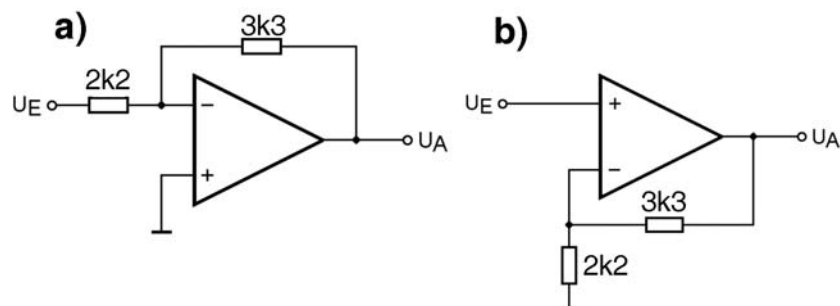

Abb. 6 Verstärkerschaltungen
20. Ein Relais soll einschalten, wenn drei Steuersignale CTL_A, CTL_B, CTL_C gleichzeitig aktiv sind. Signalspannung: 12 V. Entwerfen und dimensionieren Sie eine entsprechende Schaltstufe. Zu schaltender Laststrom = 200 mA. Halbleiterbauelemente: (1) Bipolartransistoren, Stromverstärkung = 100; (2) SI-Dioden, Durchlaßstrom = 70 mA.
22. Abb. 6 zeigt einen einfachen Kabeltester. Über den Drehschalter kann jeder Anschluß auf Seite A mit Masse verbunden werden. Jede mit dem ausgewählten Anschluß verbundene Ader schaltet einen Stromweg von der Batterie nach Masse, der auf beiden Seiten A, B die zugehörigen LEDs zum Leuchten bringt. Zum Prüfen des Schirms und zur Batteriekontrolle sind zusätzliche LEDs vorgesehen. Dimensionieren Sie die Widerstände R1...R7 unter folgenden Bedingungen:
23. Welche Ausgangsspannung U_A ergibt sich bei den in Abb. 6 gezeigten Schaltungen, wenn die Eingangsspannung U_E jeweils 2,1 V beträgt?